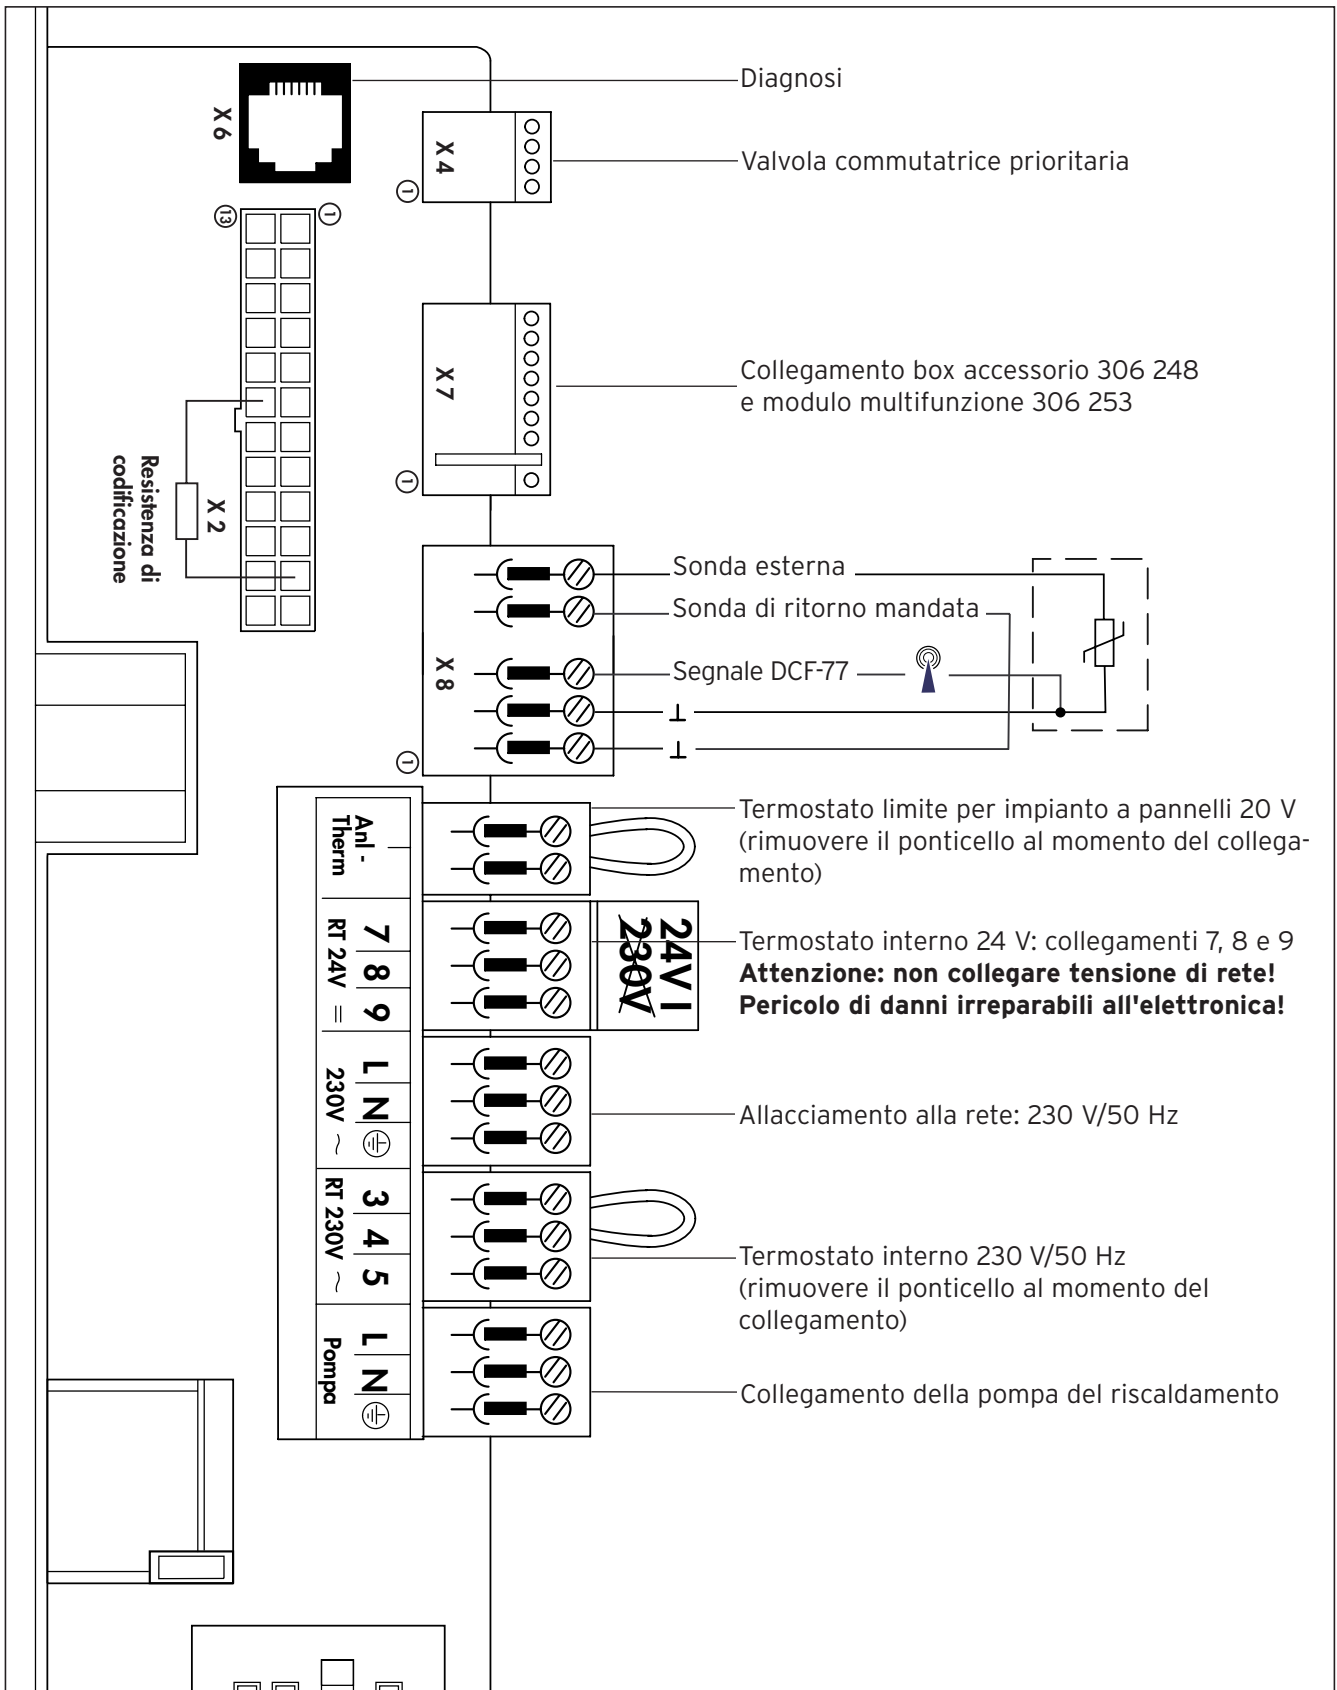

Fig. 5.12 Schema dei collegamenti ecoBLOCK VM 196 -246, VMW 246 - 286
- Collegare i cavi secondo quanto indicato dalla tabella 5.1 (per i dispositivi di regolazione) e dalla fig. 5.12/5.13 (per l'alimentazione dalla rete elettrica) alle relative spine ProE dei morsetti dell'elettronica.